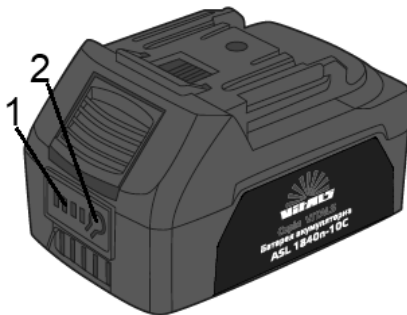

Рисунок 7. Схема перевірки рівня заряду акумуляторної батареї.
1. Натиснути та притримати кнопку акумулятора (2, рис. 7).
Залежно від стану заряду батареї почнуть світитися відповідні індикатори (1, рис. 7).